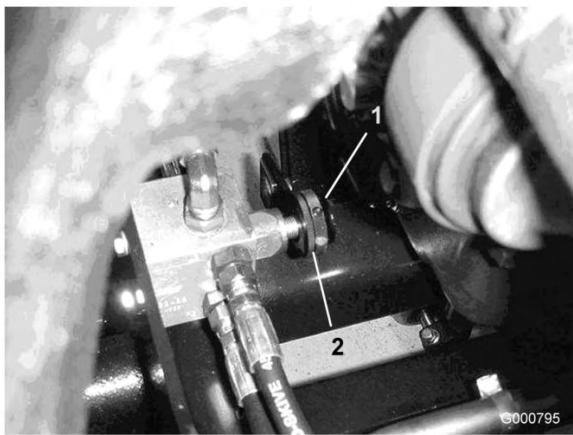

図 90
5. 調整バルブはリア・アクスルの前部にある(図90)。
(図 90)。